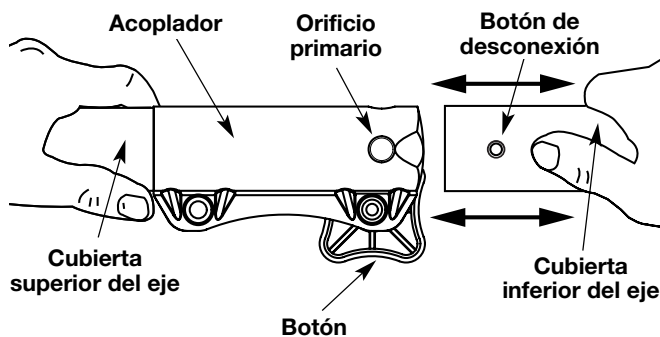

Fig. 2
3. Mientras sostiene con firmeza el bastidor del eje superior, tire del accesorio del soplador turbo hacia afuera del acoplador (Fig. 2).
3. Mientras sostiene el accesorio con firmeza, empujelo en línea recta en el acoplador (Fig. 2).
PRECAUCIÓN: Trabe el botón de desconexión en el orificio primario (Fig. 2) y ajuste bien la perilla antes de operar esta unidad.